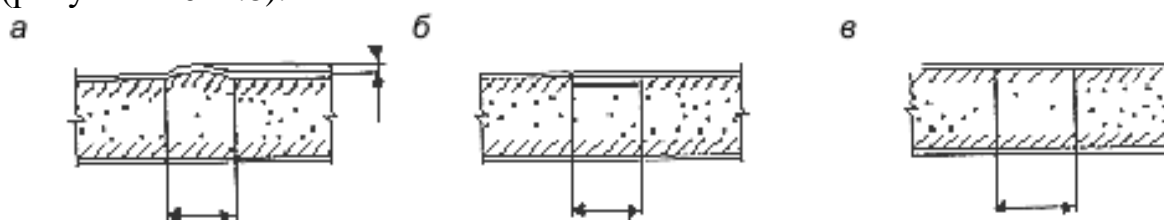

Рисунок 1.6 – Технологические дефекты многослойных элементов:
1.4.2 Если в тексте документа имеется иллюстрация, на которой изображены составные части изделия, то на этой иллюстрации должны быть указаны номера позиций этих составных частей в пределах данной иллюстрации, которые располагают в возрастающем порядке, за исключением повторяющихся позиций, а для электро- и радиоэлементов – позиционные обозначения, установленные в схемах данного изделия (рисунок 1.6–1.8).